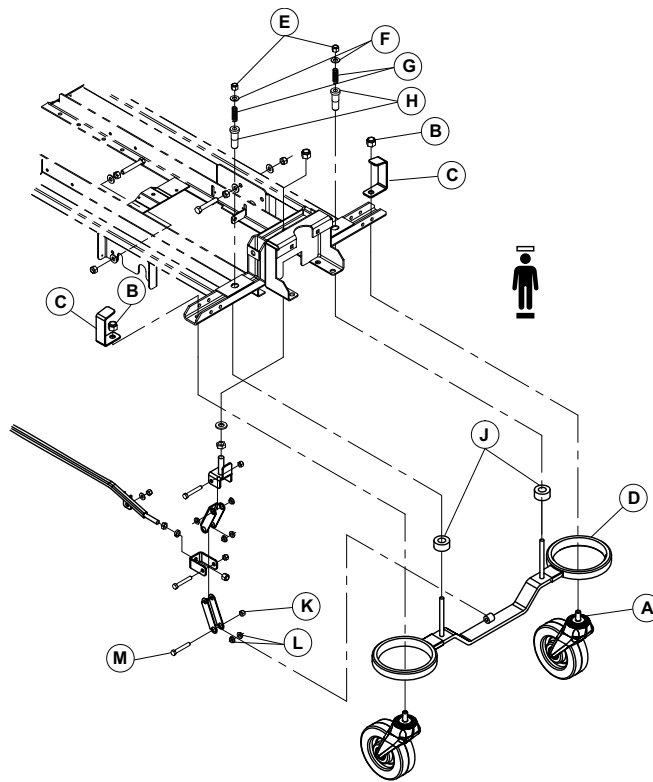

Figure 11 – Remplacement de la barre de frein
6. À l'aide d'une clé mixte de 5/8 po et d'une douille de 11/16 po, retirer l'écrou et le boulon qui fixent la roulette à la corne de roulette (A) (Figure 11). Conserver l'écrou et le boulon.
7. À l'aide d'une douille de 3/4 po et d'une clé mixte de 3/4 po, retirer le contre-écrou (B), le support du capot de la base (C), la douille de réglage de la roulette, la rondelle et le boulon qui fixent la roulette à la base (Figure 11). Retirer et conserver les deux roulettes. Conserver toutes les autres pièces.
8. À l'aide d'une clé mixte de 9/16 po, retirer les deux contre-écrous (E), deux rondelles (F), deux ressorts de compression (G), deux guides de tige de frein (H) et deux butées (J) qui fixent les tiges de la barre de frein au châssis de la base (Figure 11). Conserver toutes les pièces.
9. À l'aide de deux clés mixtes de 1/2 po, retirer le contre-écrou (K), les deux entretoises à épaulement (L) et un boulon (M) qui fixent les leviers de frein à la douille de la barre de frein (Figure 11). Retirer et jeter la barre de frein. Conserver toutes les autres pièces.